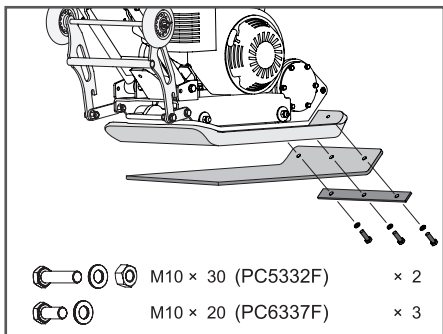

Рис. 8 Установка резинового коврика
1. Совместите отверстия в рабочей плите 1, коврик 2 и крепежной пластине 3 и закрепите коврик на рабочей плите с помощью крепежа, как показано на Рис. 8.